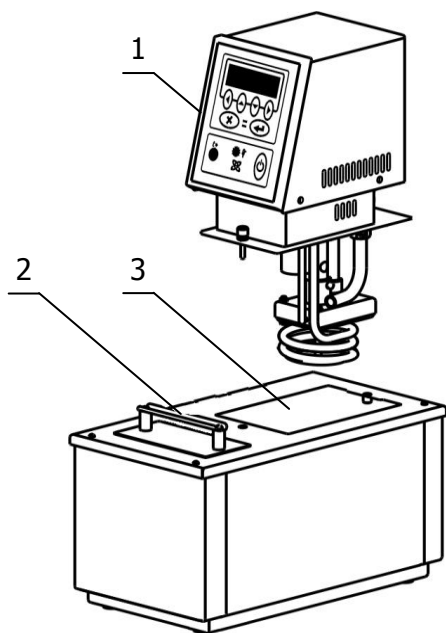

Рисунок 2 — Установка блока регулирования
2.2.3 Установить блок регулирования температуры 1 в отверстие в крышке корпуса термостата 3 (рисунок 2) и закрепить винтовыми фиксаторами.
2.2.5 Заполнить ванну термостата теплоносителем через отверстие над рабочей зоной под крышкой 2 (рисунок 2). Температурный диапазон применения теплоносителя должен соответствовать значениям, указанным в 1.2.6. Уровень теплоносителя в ванне должен быть ниже края ванны на 15 мм.